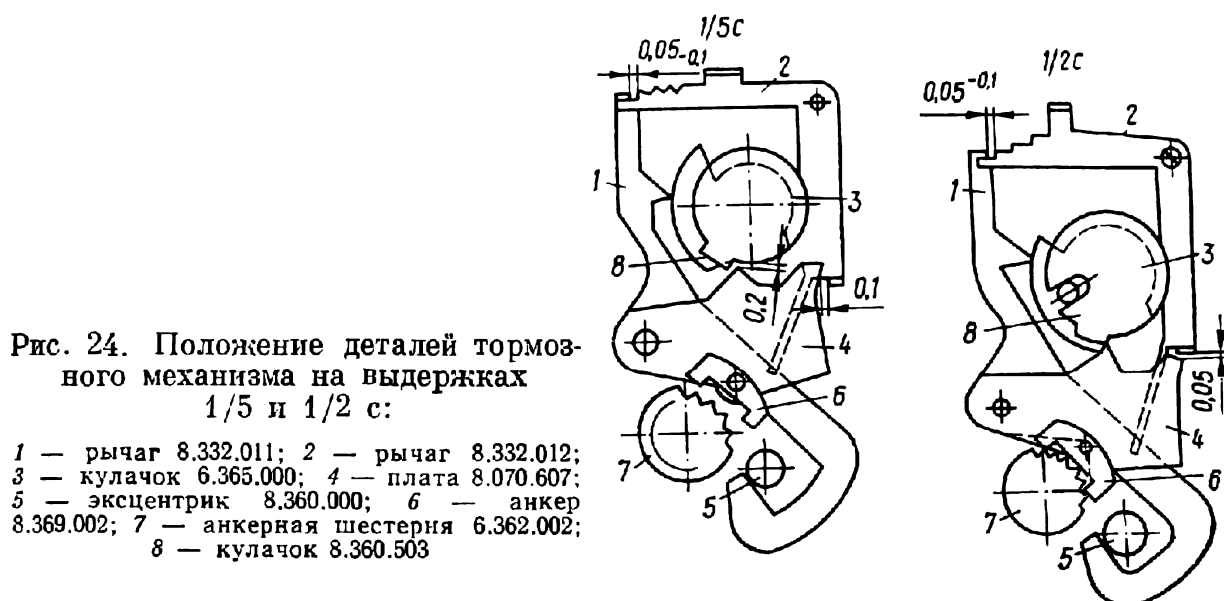
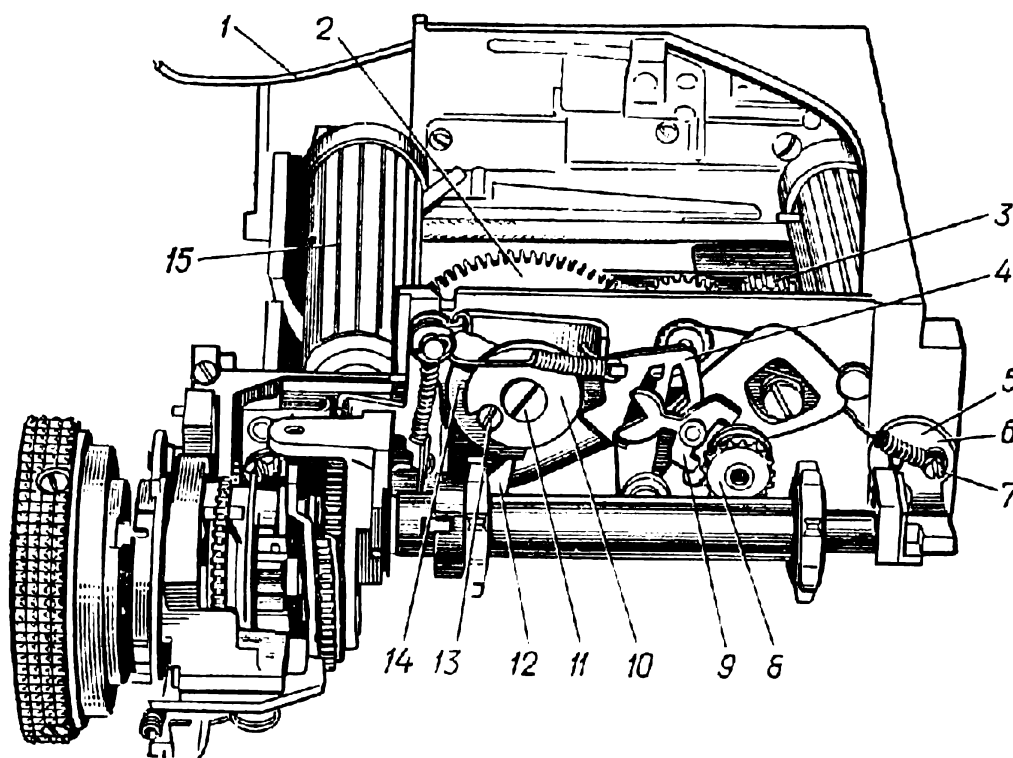

Рис. 24. Положение деталей тормозного механизма на выдержках 1/5 и 1/2 с:
Рис. 28. Тормозной механизм в затворе:
Проверка и регулировка положения выступа платы 4 (рис. 24) на кулачке 8 на выдержках 1/5 и 1/2 с
5.2.75. Установить заводную головку на выдержку 1/5 с и отрегулировать положение выступа платы 4 относительно кулачка 8 так, чтобы между выступом платы и подъемной плоскостью верхней ступени кулачка 8 был зазор до 0,2 мм (см. рис. 24). При регулировке освободить винт 11 (рис. 28), крепящий кулачок 10, и эксцентриком 13 повернуть кулачок на требуемую величину, затем закрепить кулачок 10 винтом 11.
5.2.76. Установить заводную головку на выдержку 1/2 с. При этом выступ плато 4 (рис. 24) должен находиться на верхней ступени кулачка 8, что соответствует выдержке 1/2 с. Второй выступ плато относительно рычага 2 занимает положение, показанное на рис. 24, и образует зазор 0,05 мм. При необходимости зазор регулировать рихтовкой рычага 2. На выдержке 1/2 с включается анкер 6, он должен работать без заклинивания при спуске шторок.